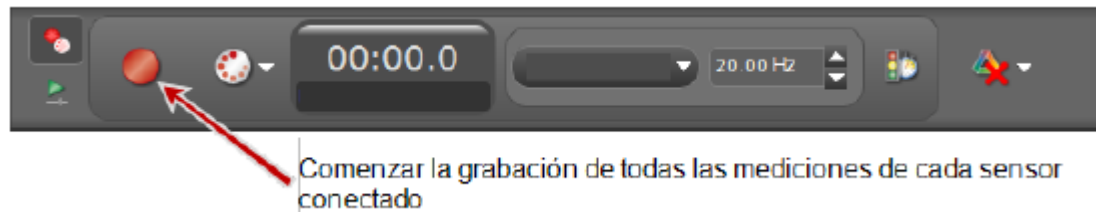

Figura 8. Grabación de datos de los sensores conectados.
4. Para comenzar la recolección de datos con los parámetros predeterminados, haga clic en **Grabar** en la paleta de controles, Capstone comenzará a registrar todos los datos disponibles, tal como se muestra en la Figura 8.